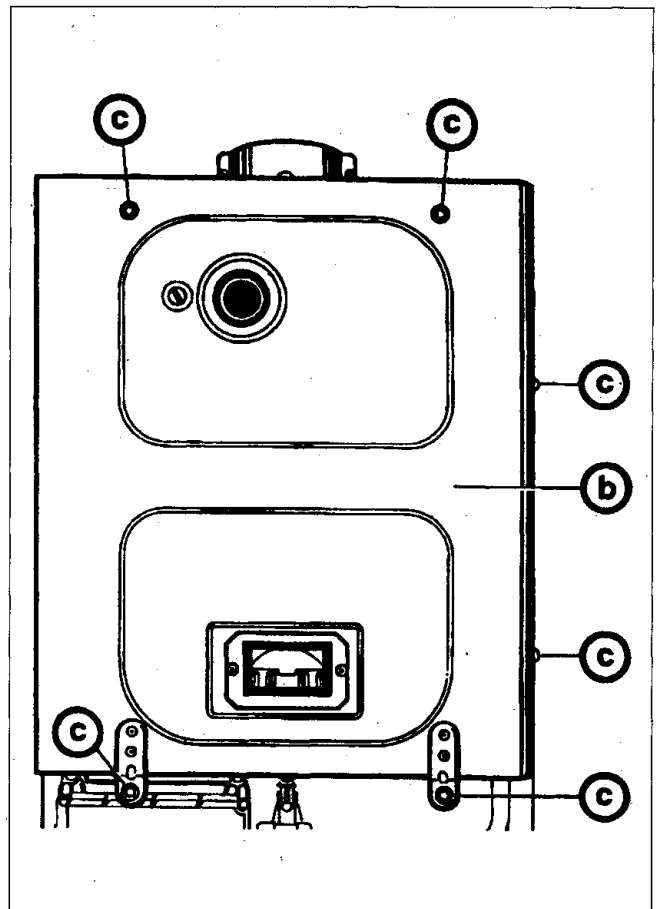
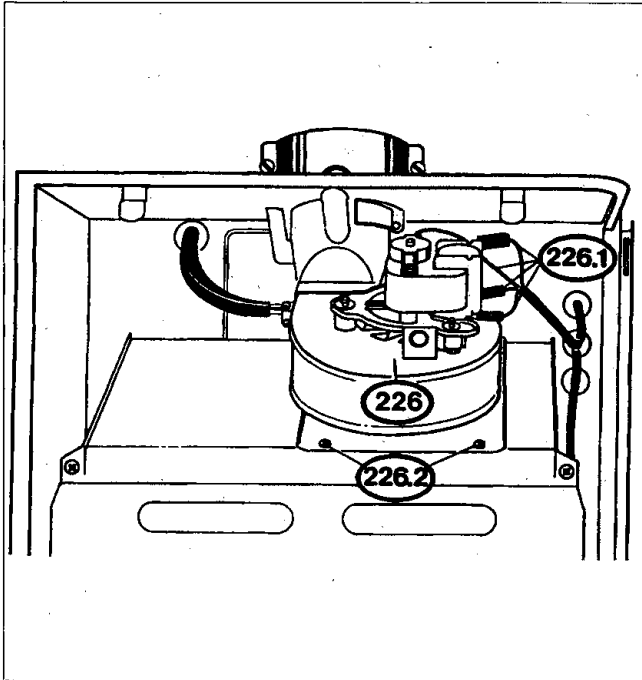

Bild 69
Bild 70
- Schrauben (c) an Deckel (b) entfernen (Bild 69). Deckel abnehmen.
- Elektrische Anschlußleitungen (226.1) an Abgasventilator (226) abziehen.
- Schrauben (226.2) des Abgasventilators (226) entfernen und Abgasventilator (226) nach vorne herausziehen (Bild 70).